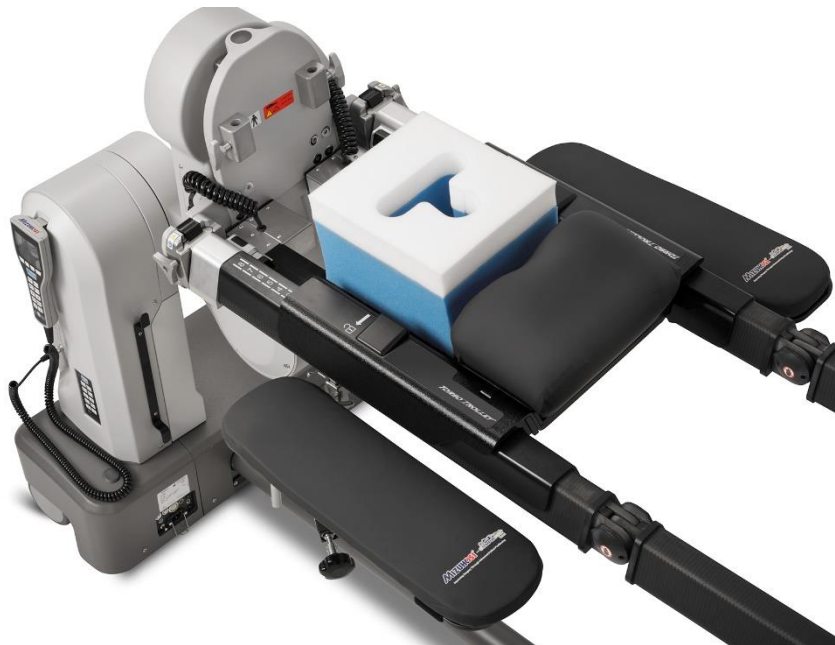

Abbildung 77: GentleTouch®-Gesichtskissen nach ordnungsgemäßer Positionierung
18. Bei Verwendung des GentleTouch®-Gesichtskissens das Kissen auf der Thoraxstütze platzieren (Abbildung 77).